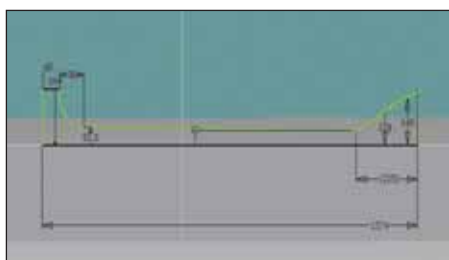

Рис. 3
4. В инструментальной палитре выбрать инструмент **Размеры** и нанести размеры, как показано на рис. 3.